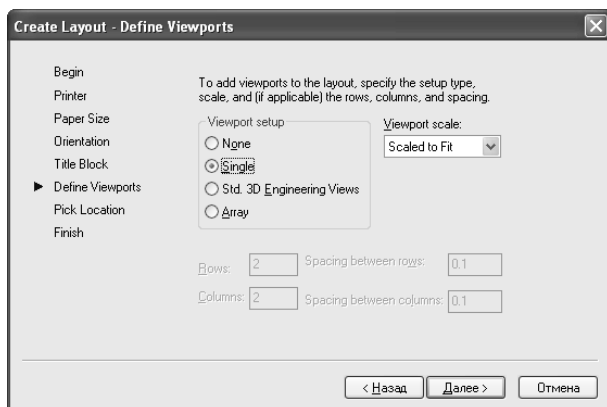

Рис. 9.4. Шестое диалоговое окно мастера **Create Layout**
Шестое диалоговое окно мастера — **Define Viewports** (Видовые экраны), показанное на рис. 9.4, позволяет создать на листе компоновки необходимое количество видовых экранов, определяемое заданным типом настройки, назначить единый для всех видовых экранов масштаб, а также задать интервалы между ними. Варианты настройки параметров видовых экранов, которые можно выполнить с помощью этого диалогового окна, зависят от заданного типа настройки видовых экранов:
- для создания на листе компоновки одного видового экрана выберите переключатель **Single** (Один экран), как на рис. 9.4. Если выбран этот переключатель, станет доступным раскрывающийся список **Viewport scale** (Масштаб видовых экранов). Из него можно выбрать пункт **Scaled to Fit** (Вписать), и все пространство модели будет промасштабировано таким образом, чтобы оно поместилось в пределах получившегося видо-